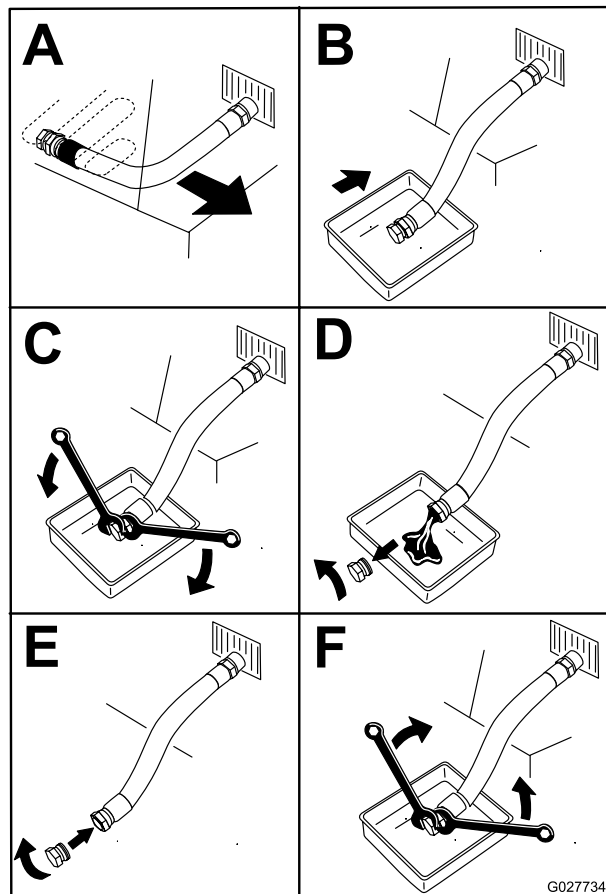

Figura 62
- Spurgate l'olio dal motore (Figura 62).